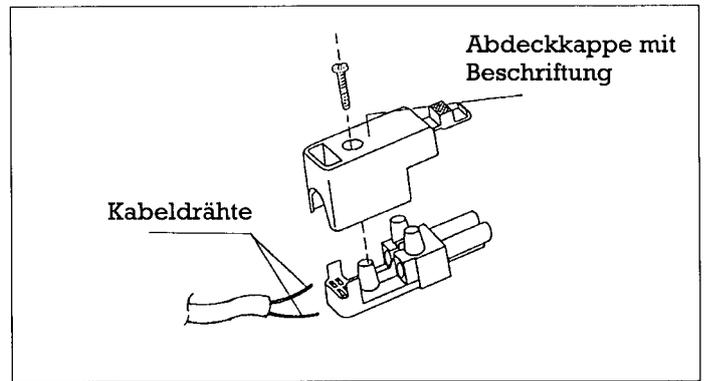

Abb. 21 Steckerteil mit losgeschraubter Abdeckkappe
- Das aufgesteckte Stecker- oder Buchsenteil abnehmen und die Abdeckkappe losschrauben (Abb. 21).